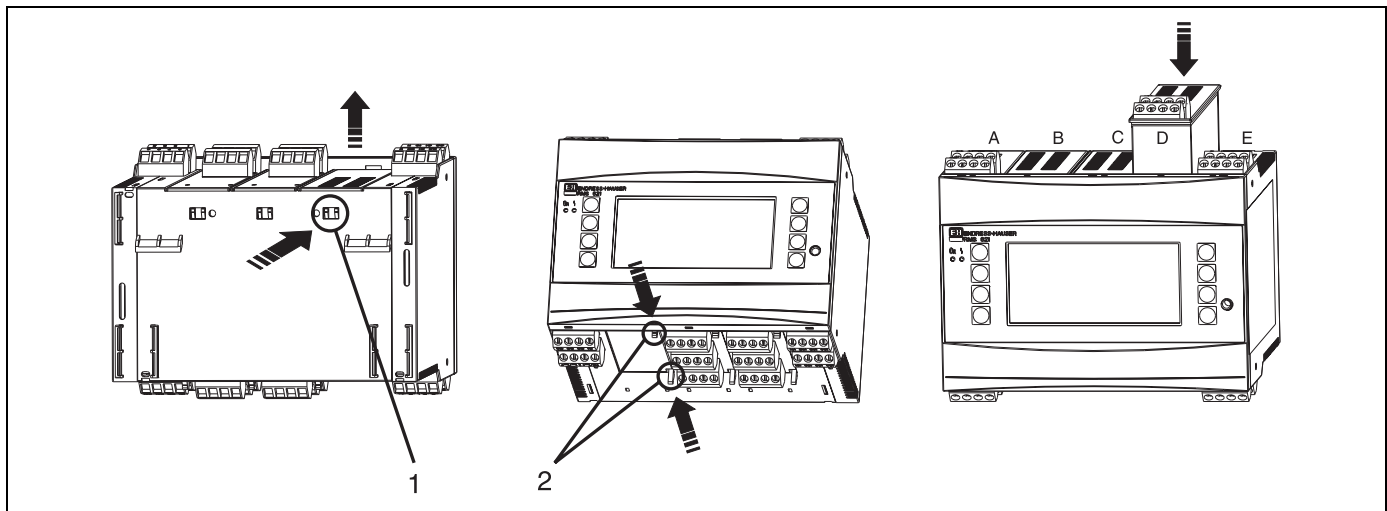

Fig. 3: Installazione di una nuova scheda di espansione (esempio)
È possibile montare diverse schede di espansione sull'unità. Gli slot disponibili a questo scopo sono tre. Gli slot delle schede di espansione sono denominati B, C e D (→ Fig. 3).
2. Rimuovere la piastrina di chiusura dallo slot desiderato. Per eseguire questa operazione, è sufficiente premere i ganci di fissaggio sulla parte inferiore dell'unità (vedere la Fig. 3, Pos. 2), e contemporaneamente premere verso l'interno il gancio di fissaggio che si trova sul retro dell'unità (usando, ad esempio, un cacciavite) (vedere la Fig. 3, Pos. 1), quindi spingere la custodia della piastrina verso l'alto.
3. La scheda di espansione deve essere inserita all'interno dell'unità dall'alto. La scheda è alloggiata correttamente solo se i ganci di fissaggio sui lati inferiore e posteriore dell'unità sono scattati tornando in posizione corretta (vedere Fig. 3, Pos. 1 e 2). Assicurarsi che i terminali di ingresso della scheda di espansione siano in cima e che i terminali analogici di connessione all'unità siano rivolti verso la parte anteriore.